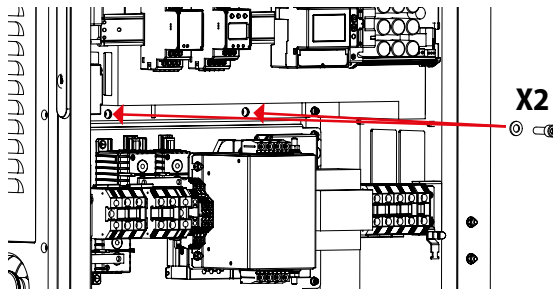

Bild 10: säkerhetsskruvar
- Säkra skåpet till monteringsplattan genom att dra åt de två M8x25-skruvorna med ett vridmoment som inte överskrider 5 Nm. Se bild 10. Att installera dessa säkerhetsskruvar är obligatoriskt för att både förhindra Wall Box från att oavsiktligt glida från monteringsracket, om det skulle få någon plötslig stöt, och för att garantera att IP54-klassificeringen uppfylls.